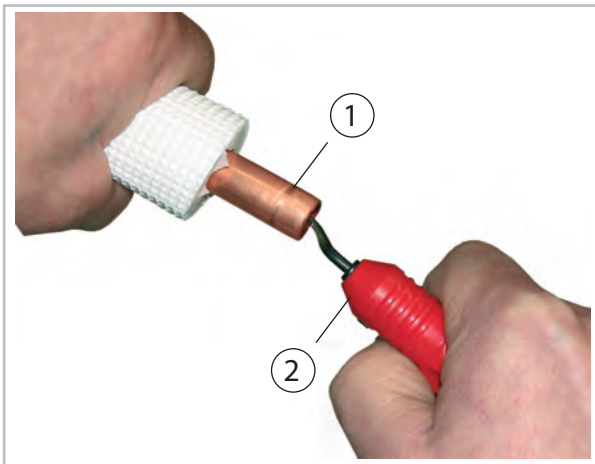
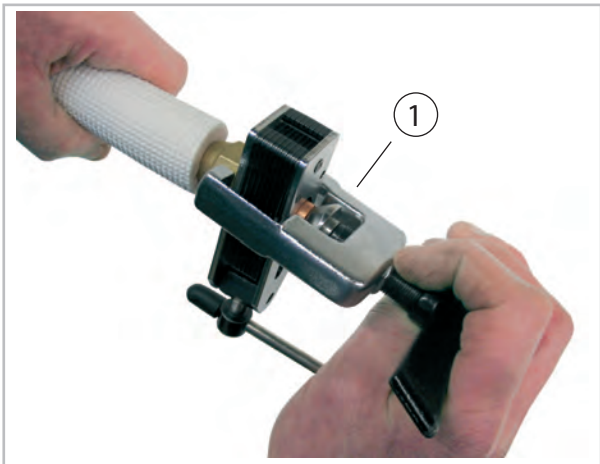

Fig. 34: Ébavurage de la conduite de frigorigène
Fig. 35: Sertissage de la conduite de frigorigène
8. ➤ Traitez les conduites de frigorigène posées comme indiqué ci-après (Voir la Fig. 34 et Voir la Fig. 35).